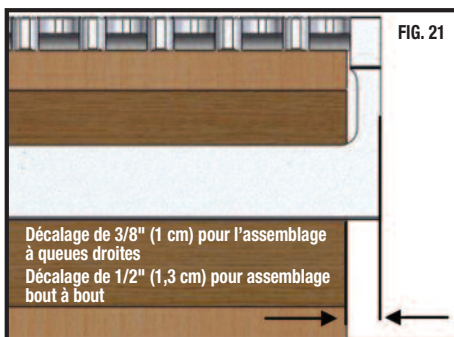

FIG. 21
5. Insérez la deuxième planche dans le gabarit avec le même déchet de bois et décalez un des bords de la planche de 1/2" (1,3 cm) du bord extérieur du gabarit. Cet écart décalera les « QUEUES » de la deuxième planche afin qu'elles s'alignent avec les fentes découpées dans la première planche. (FIG. 21)
Pour la planche d'assemblage, fixez-la dans le gabarit avec son bord décalé de 3/8" (1 cm) du bord droit du gabarit (voir fig. 21, page 5, mais en utilisant un décalage de 3/8" au lieu de 1/2"). Réalisez les découpes d'entrée et de sortie en utilisant le côté droit de la fente de guidage uniquement.